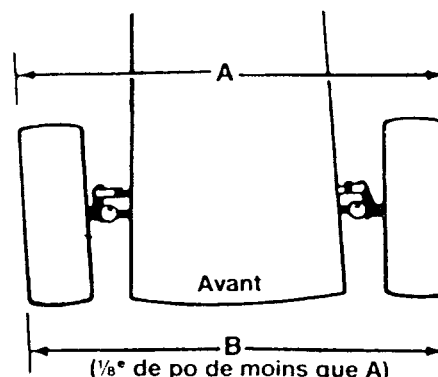

Figure 18
1. Enlevez l'écrou à six pans et la rondelle-frein et dégagez l'extrémité de la tige de retenue du support de l'essieu. Voir la figure 18.
Pour démonter la tige d'entraînement, enlevez les écrous et rondelles-frein maintenant le joint à rotule au mécanisme de direction et au support avant gauche de l'essieu. Voir la figure 18.